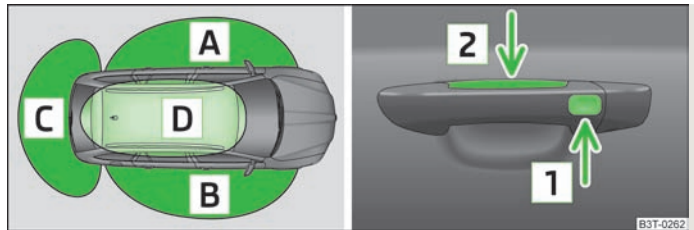

Fig. 15 KESY: Denumirea zonelor și descuierea/încuierea autovehiculului
- Senzorul din exteriorul mânerului portierei din față **1** » fig. 15 - servește la încuierea autovehiculului,
- Senzorul din interiorul mânerului portierei din față **2** » fig. 15 - servește la descuierea autovehiculului.
Dacă în zona **A** » fig. 15 sau **B** a autovehiculului se află o cheie autorizată cu telecomandă, se poate descuia portiera respectivă din zona în care se află cheia. Altfel spus, când cheia se află în zona **A**, puteți descuia autovehiculul de la mânerul portierei stânga față. Când cheia autorizată se află în zona **C**, se poate descuia capota portbagajului.
- Apucați mânerul portierei din față sau acoperiți senzorul **2** » fig. 15 cu toată palma; autovehiculul se descuie. Dacă, la descuiere, veți acoperi senzorul **2** și simultan senzorul **1**, autovehiculul nu se va descuia.
După încuiera autovehiculului cu ajutorul senzorului [1] » fig. 15, timp de 2 secunde autovehiculul nu este posibilă descuriera autovehiculului prin intermediul senzorului [2]. Astfel se poate verifica, trăgând de mâner, dacă autovehiculul este încuiat.
- La descuriera/încuiera autovehiculului cu ajutorul senzorilor [1] » fig. 15 sau [2], nu purtați mănuși sau alte accesorii care ar putea împiedica contactul direct dintre mână și senzor.
Dacă după încuiera și închiderea tuturor portierelor, inclusiv a capotei portbagajului, cheia folosită la încuiera autovehiculului rămâne în autovehicul în zona [D] » fig. 15, se activează protecția împotriva încuierii accidentale a cheii în autovehicul și autovehiculul se descuie.
Dacă autovehiculul nu a fost descuiat timp de 60 ore, senzorii [1] » fig. 15 și [2] din mânerul portierei pasagerului față se vor dezactiva automat. Pentru o reactivare a acestor senzori trebuie să se îndeplinească una dintre condițiile următoare:
- Descuriera portierei șoferului cu ajutorul senzorului [2] » fig. 15,
Dacă autovehiculul nu a fost descuiat timp de 90 ore, se vor dezactiva automat și senzorii [1] » fig. 15 și [2] din mânerul portierei șoferului. Pentru o reactivare a acestor senzori trebuie să se îndeplinească una dintre condițiile următoare:
Dacă, la încuierea autovehiculului mențineți degetul pe senzorul [1] » fig. 15 mai mult de 2 secunde, geamurile și trapa panoramică deschise, se închid. De îndată ce este eliberat senzorul [1], procesul de închidere se întrerupe. Dacă este atins din nou senzorul [1], procesul de închidere a geamurilor și a trapei panoramice se reia.